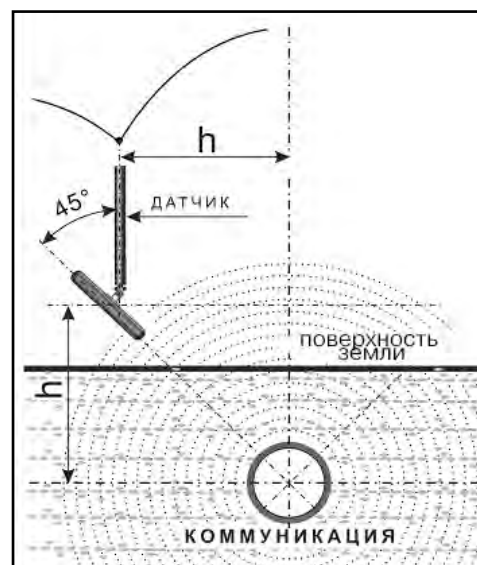

Рис. 6.1
2. При положении антенны ЭМД перпендикулярном трассе и под углом  $45^\circ$  к поверхности земли, минимум сигнала наблюдается на удалении от точки «над трассой», равном глубине залегания коммуникации, когда ось антенны пересекает ось трассы. Это косвенный метод измерения глубины залегания коммуникации (рис. 6.1).